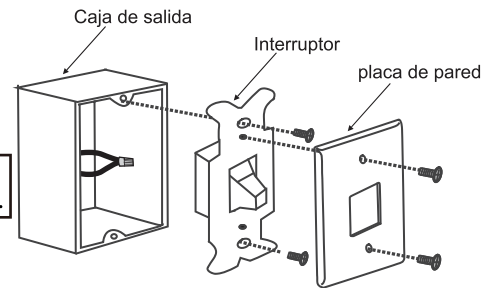

Fig. 18
Paso 1. Retire la placa de pared existente y el interruptor antiguo de la caja de salida de pared. Enrosque los cables NEGROS (calientes) y los empuje hacia atrás dentro de la caja de salida. (Fig. 18)